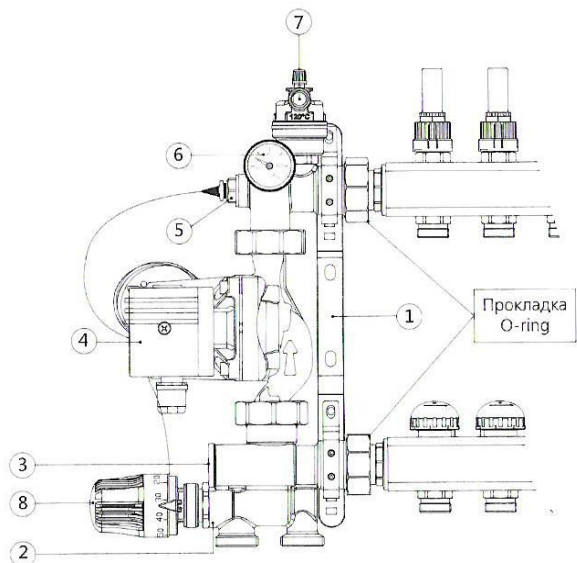
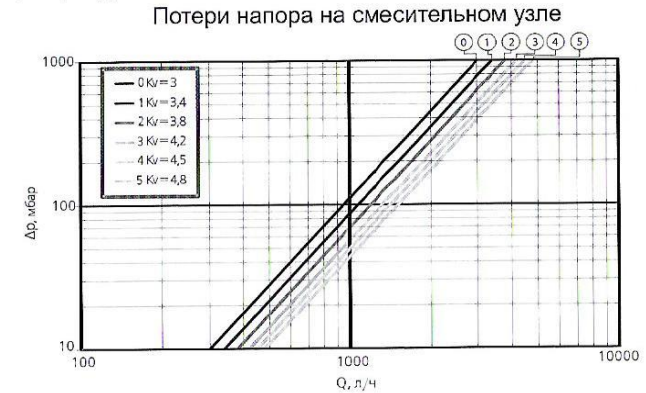

Рис. 1
Рис. 3
2. при помощи монтажного кольца головки закрепите её на смесительном клапане (рис. 1 поз. 2);
3. поместите датчик в гнездо температурного датчика (рис. 1 поз. 5);
Согласно приведённой ниже диаграмме (рис. 3), расходу 1032 л/ч, соответствуют 6 разных кривых ΔP_{valv} при разных настройках байпаса (рис. 1 поз.3): чем меньше открыт байпас, тем быстрее достигается требуемая температура на подаче, и наоборот, при максимально открытом байпасае увеличивается расход и одновременно сокращается колебание температуры подачи, связанное с открытием-закрытием различных зон, на которые разделяется система отопления.
Температура подачи низкотемпературного контура отопления задаётся на термостатической головке (рис. 1 поз.8), с диапазоном установки от 20 до 65 °С, и поддерживается постоянной благодаря действию термостатического клапана.